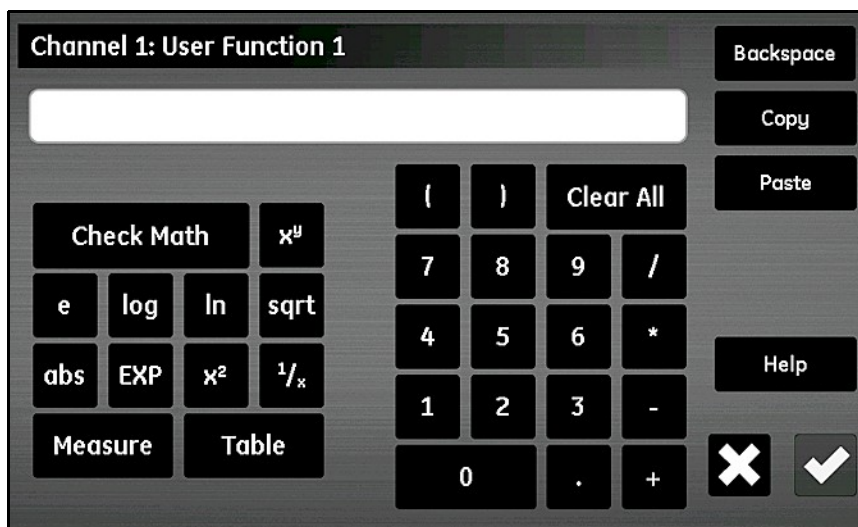

Figura 61: A tela Equação de função de usuário
3. Toque no botão **Função de usuário** para selecionar o nome da função (**Func 1**, **Func 2**, **Func 3** ou **Func 4**). Em seguida, toque na caixa de texto maior logo abaixo do botão **Canal** para abrir a tela *Canal x: Função de Usuário y*, como mostrado na *Figura 61* abaixo para inserir a equação da função. Quando a equação estiver concluída, toque no botão **Confirmado** para retornar à tela *Configuração de função de usuário*.
Os botões na *Figura 61* acima permitem a inclusão das funções matemáticas, procure dados nas tabelas de usuário predefinidas (veja *"Inserir tabelas definidas pelo usuário"* na página 69). O botão **Verificar matemática** é usado para localizar erros na definição da equação. Além disso, você pode tocar no botão **Limpar tudo** a qualquer momento para recomençar. Os botões **Copiar** e **Colar** no canto superior direito da tela podem ser usados para duplicar as informações de uma função de usuário para outra e evitar que a mesma informação seja inserida várias vezes.